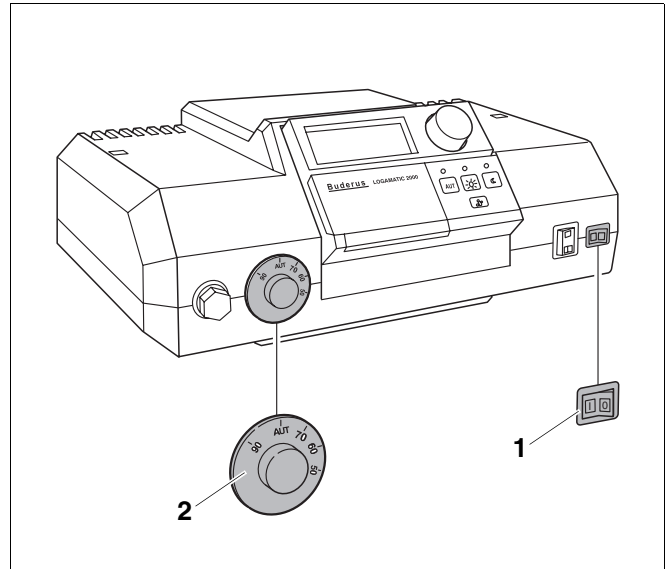
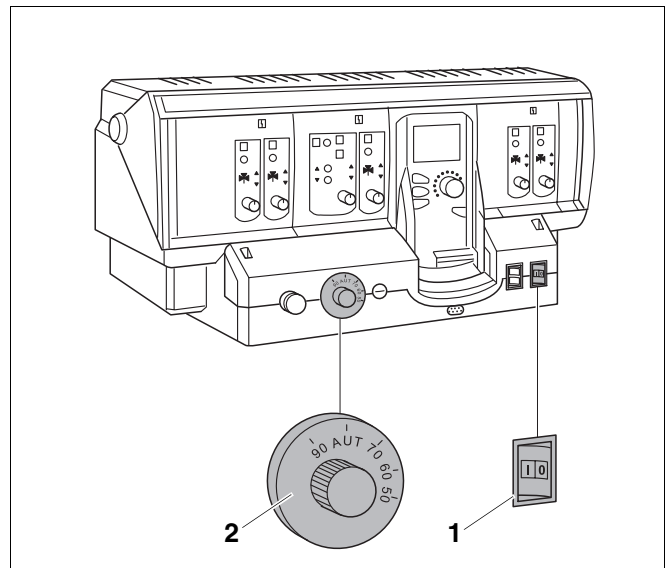

Abb. 34 Regelsystem Logamatic 2000
Abb. 35 Regelsystem Logamatic 4000
- Betriebsschalter (Abb. 34, **Pos. 1** bzw. Abb. 35, **Pos. 1**) in Stellung „I“ (EIN) stellen.
- Kesselwassertemperaturregler (Abb. 34, **Pos. 2** bzw. Abb. 35, **Pos. 2**) auf „AUT“ stellen. Bei konstanter Regelung die gewünschte Temperatur (mind. 65 °C) einstellen.